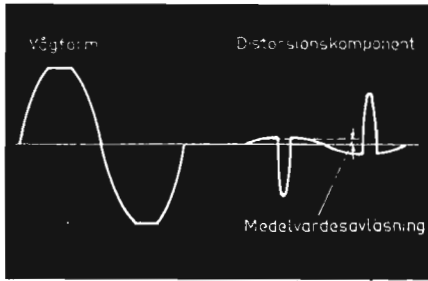

Fig 1
Det ovan sagda må vara nog för att förklara diskrepansen mellan den amerikanska mätningen (*Chinn* och *Eisenberg*) och den engelska (*Sommerville* och *Brownless*). Visserligen uppger *Chinn* och *Eisenberg* en distorsion av endast 0,5%, men harmonisk distorsion, mätt på ett medelvärdesvisande instrument, korrelerar mycket dåligt med dess störande verkan om distorsionen härrör från begynnande klippning (20). Se fig. 1. En avsevärt bättre korrelation erhålles om man i stället mäter distorsionen med ett toppvärdevisande instrument (21), de uppgivna 0,5% kommer därvid att motsvara nära 4%. Den engelska undersökningen är gjord senare och är bättre definierad, den kan därför anses mer representativ.